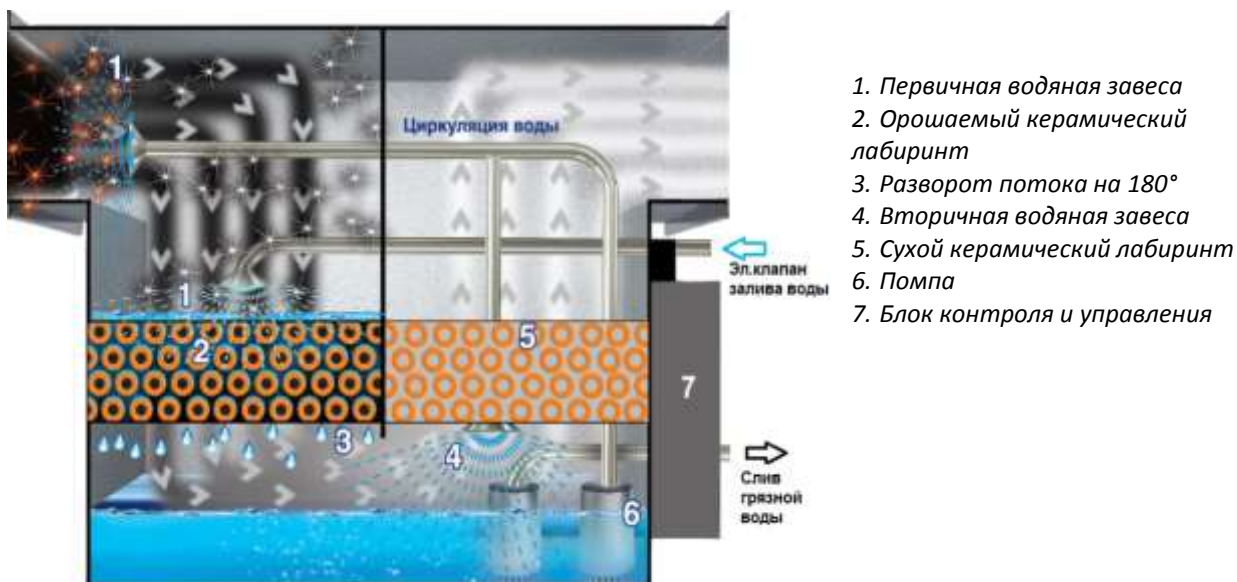
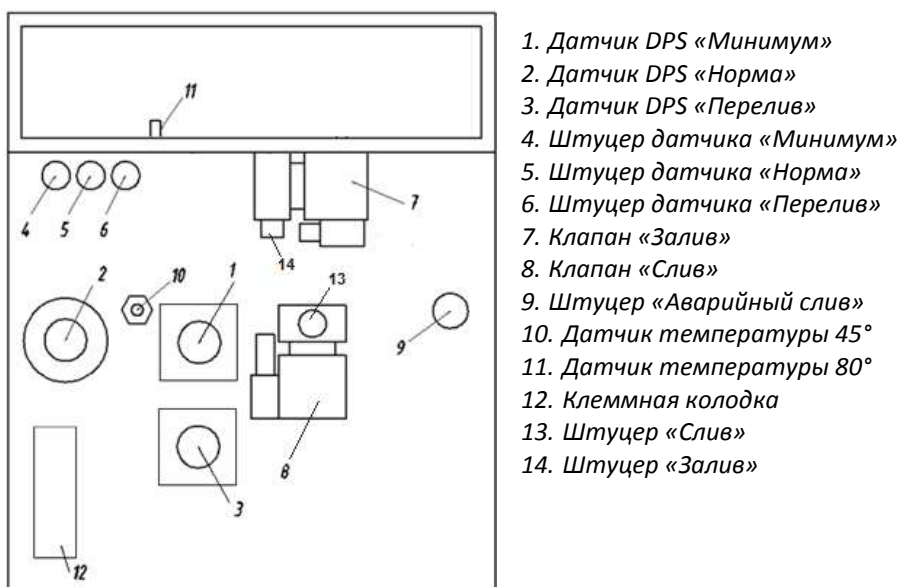

Рис. 3. Функциональная схема «Ятаган «Safe Fire».
Рис. 6. Схема боковой панели корпуса Гидрофильтра
- 3.1. Дымовые газы, с температурой до 250°C, от любого источника открытого огня, попадают в приемную камеру фильтрующего искрогасителя через приемный фланец и проходят несколько стадий обработки (Рис.3).
1. Не сработал дифференциальный датчик давления (DPS) «Норма» (рис. 6, поз. 2)	1. Продуть силиконовый шланг, ведущий от датчика к Гидрофильтру (может быть засорен). Для этого отсоединить шланг от датчика (Рис. 6, поз. 5) и продуйте его. Присоединить шланг датчика обратно к штуцеру датчика «+». 2. Прозвонить DPS (нормально замкнут, при воздействии размыкается). На круглом датчике прозвонить провода, ведущие к клеммам датчика 1 и 2. Для создания воздействия отсоединить силиконовый шланг от штуцера на корпусе Гидрофильтра (Рис. 6, поз. 5) и аккуратно подуть через шланг в датчик. В случае неисправности датчика, заменить его.
2. Не сработал датчик минимального уровня воды (Рис. 3., поз. 1)	- Продуть силиконовый шланг, ведущий от датчика к Гидрофильтру (может быть засорен). Для этого отсоединить шланг от датчика и с силой его продуть. Присоединить шланг датчика обратно к штуцеру датчика «+». - Прозвонить DPS (нормально замкнут, при воздействии размыкается). На квадратном датчике прозвонить провода ведущие к клеммам датчика 1 и 3. Для создания воздействия отсоединить силиконовый шланг от штуцера на корпусе Гидрофильтра (Рис. 6, поз. 4) и аккуратно подуть через шланг в датчик. В случае неисправности датчика, заменить его.